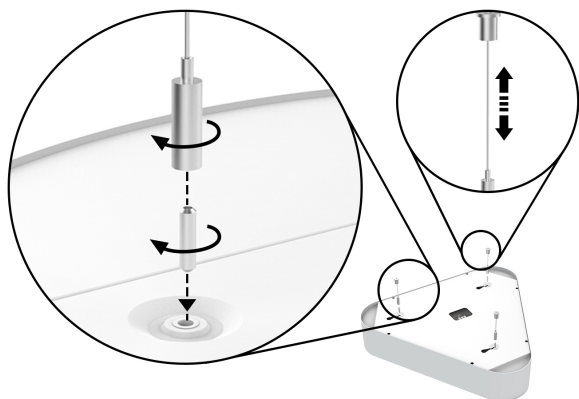

Рис.1
2. В резьбовые отверстия светильника установить Винт установочный M5x20 (входит в комплект), см. Рисунок 1;